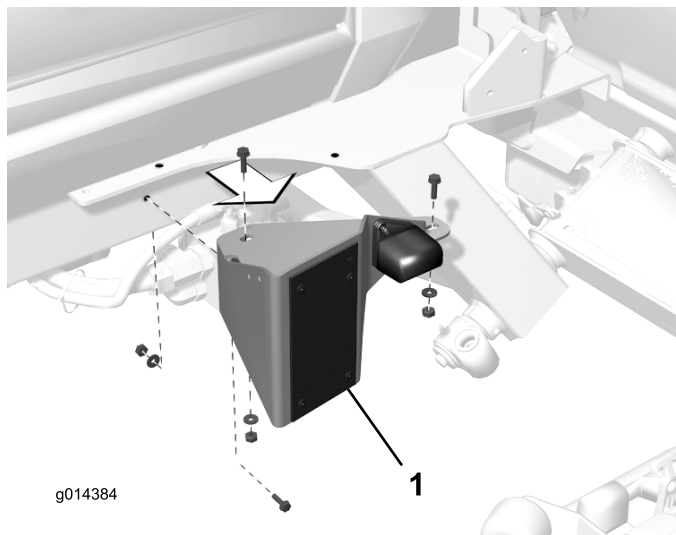

Figura 1
4. Retire los herrajes que sujetan el bloque de transporte al bastidor (Figura 1). Retire el bloque de transporte.